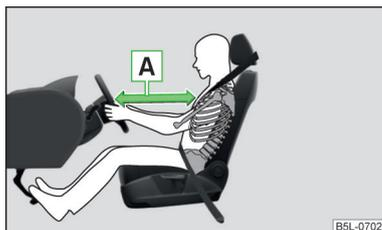

Fig. 9
- Il est important que le conducteur et le passager se tiennent à une distance minimum de 25 cm du volant et du tableau de bord A » fig. 9. Les airbags ne peuvent pas vous protéger si vous en êtes plus près - danger mortel ! Les sièges avant et les appuie-têtes doivent en outre toujours être ajustés en fonction de la taille des personnes.